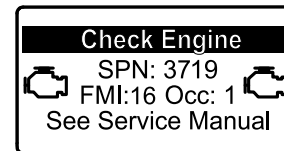

Bild 29
- Wenn eine geparkte Regenerierung erforderlich ist, wird im InfoCenter die Motorwarnung SPN 3719, FMI 16 (Bild 29) angezeigt, und der Computer verringert die Motorleistung auf 85 %.